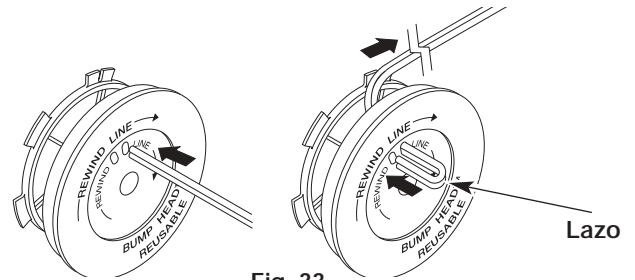

Fig. 33
8. Tome aproximadamente 12 pies (3.65 m) de nueva línea de corte. Inserte un extremo de la línea a través de uno de los orificios del carrete interior (Fig. 33). Pase la línea a través del carrete interior hasta que queden sólo 4 pulgadas fuera.
9. Inserte el extremo de la línea en el orificio abierto del carrete interior y tire de la línea en forma ajustada a fin de que el lazo sea lo más pequeño posible (Fig. 33).